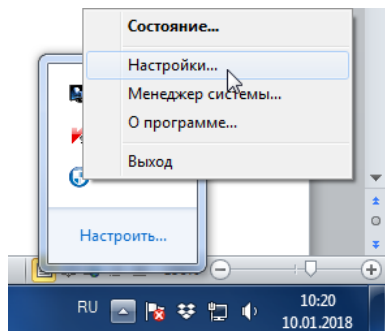

Рисунок 25.1 — Контекстное меню программы *Сервер*
- в контекстном меню выберите пункт *Настройки* (см. рисунок 25.1);